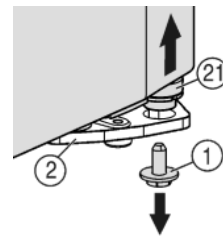
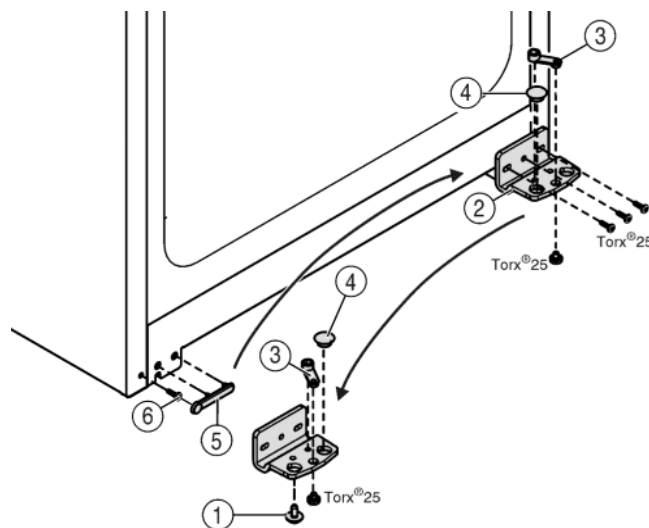

Fig. 4
Fig. 5
- ▶ Долу вдясно на лагерната стойка отвийте осигурителния винт Fig. 4 (1).
- ▶ Лагерният болт Fig. 4 (21) се освобождава от лагерната стойка Fig. 5 (2).
- ▶ Ако лагерният болт Fig. 4 (21) не се освободи, избутайте болта отдолу.
- ▶ Свалете лагерната стойка Fig. 5 (2).
- ▶ Развийте лагерния детайл Fig. 5 (3) и поставете в срещуположния поемащ отвор на лагерната опора, завийте отново.
- ▶ Извадете тапите Fig. 5 (4) от лагерната опора и ги преместете в срещуположния поемащ отвор на лагерната опора.
- ▶ Внимателно повдигнете покритието Fig. 5 (5) откъм дръжката.
- ▶ Развийте винта Fig. 5 (6) и го завинтете от другата страна.
- ▶ Поставете отново капака Fig. 5 (5).
- ▶ Завийте отново **здраво (с 4 Nm)** лагерната стойка Fig. 5 (2) от новата страна на шарнира, при нужда с помощта на акумулаторна отвертка.
- ▶ Завийте осигурителния винт *Fig. 4 (1)* долу в лагерния болт и го затегнете (с 4 Nm).